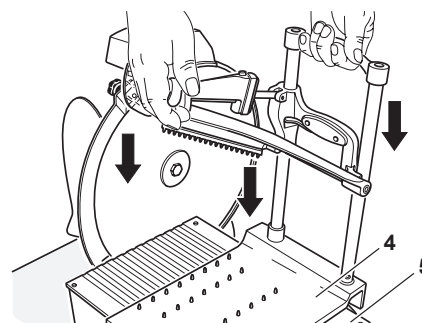

Figure 15-3
1. Repositionner le porte-produit (4).
2. Placez le support de produit (4) avec le poussoir (3) sur le chariot (5) (Figure 15-3).